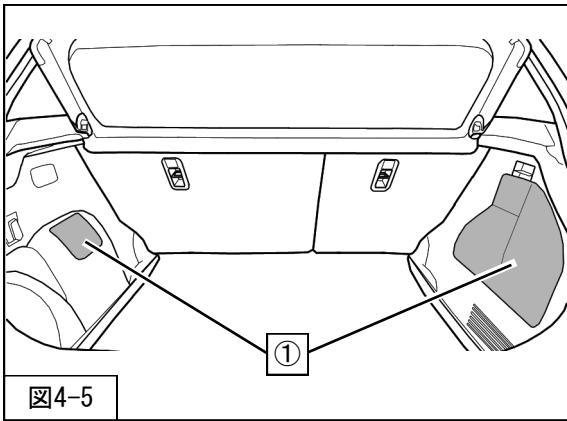

図4-5
7. ①アクセスホールカバーを車両に取付けてください。(図4-5)
本製品は、フロントサスペンションASSYがストラットタイプ、リアショックアブソーバASSYが標準タイプとなっています。リアの減衰力調整は、アクセスホールカバー(図4-5)を取外して、減衰力調整ダイヤル(同梱品)で行ってください。